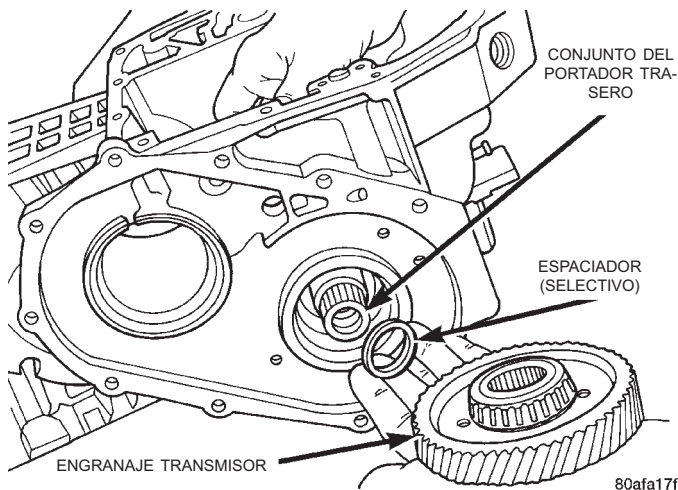
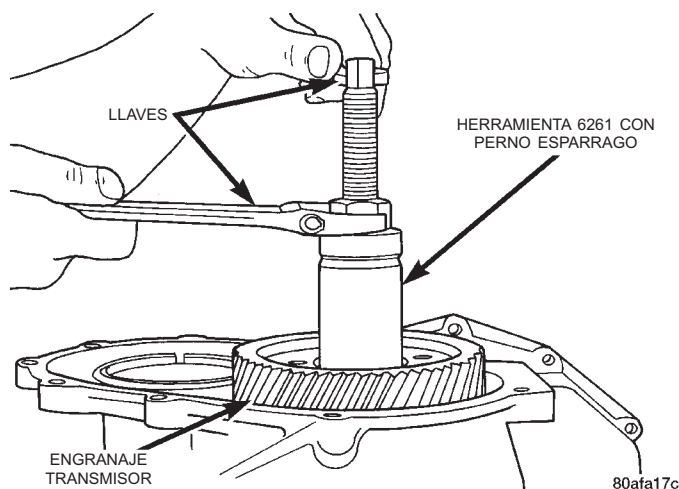

Fig. 241 Engranaje transmisor y espaciador (selectivo)
Fig. 242 Instalación del engranaje transmisor
(7) Utilice la herramienta 6259 para retirar el perno de retén y la arandela. Para retirar el engranaje transmisor, utilice la herramienta L-4407.
(8) Retire el espaciador de calibración e instale el espaciador adecuado (Fig. 241). Utilice grasa para mantener el espaciador en su sitio. Instale el conjunto de engranaje transmisor y cojinete (Fig. 242).